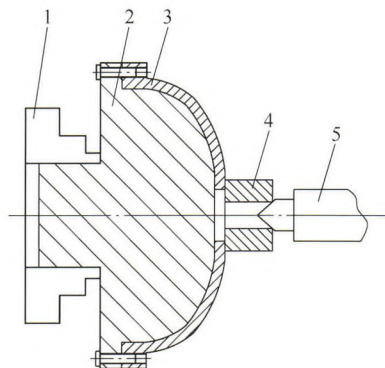

图4 车掉工艺凸边零件的装夹示意图
(6) 车掉工艺凸边,零件大端外部成形(见图4)。加工一个尼龙顶头,防止顶伤零件,用顶尖顶住零件,卸下4个螺钉,车掉工艺凸边,车成5 mm和9.5 mm及 $\phi 214$ mm外圆。